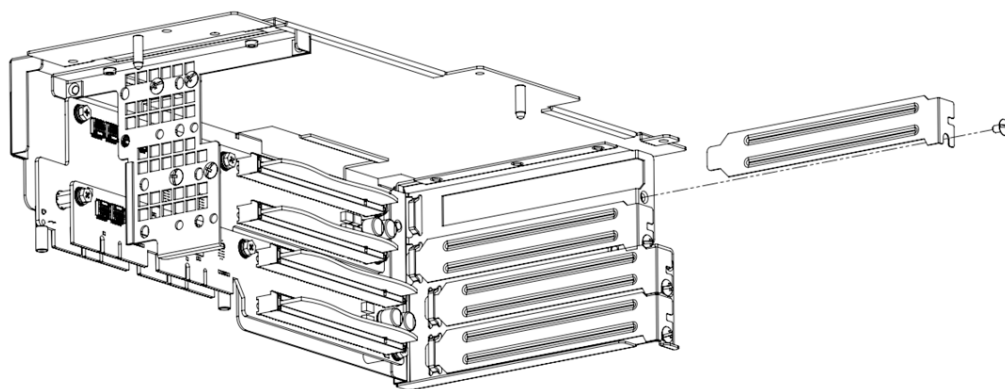

Figure 2.16 Removing the PCIe brackets/ 移除 PCIe 铁件 / 移除 PCIe 鐵件
3. Undo the screws on the side to release the PCIe brackets (See Figure 2.16).
3. 旋开 PCIe 档片侧边螺丝(如图 2.16 所示)